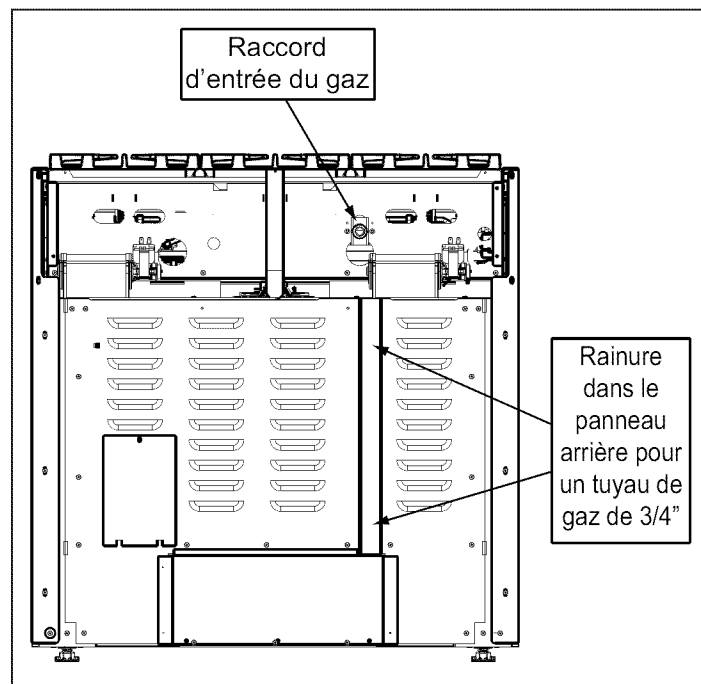

Figure 8 : Raccord du tuyau collecteur de l'appareil
- Utilisez un tuyau à gaz souple de 3/4" entre l'alimentation en gaz et le tuyau d'arrivée de l'appareil, qui est situé en haut, à l'arrière de l'appareil. Le filetage externe du tuyau d'arrivée de gaz de l'appareil est de type NPT 3/4" et le filetage interne est de type NPT 1/2" (Figure 8). Prenez garde de ne pas pincer en pliant le tuyau flexible de 19,1 mm (3/4 po).